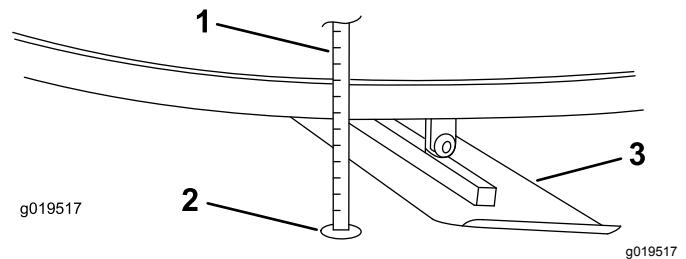

Figure 32
6. Mesurez la distance entre le repère marqué sur le sol et le bord avant de la deuxième lame (Figure 32).